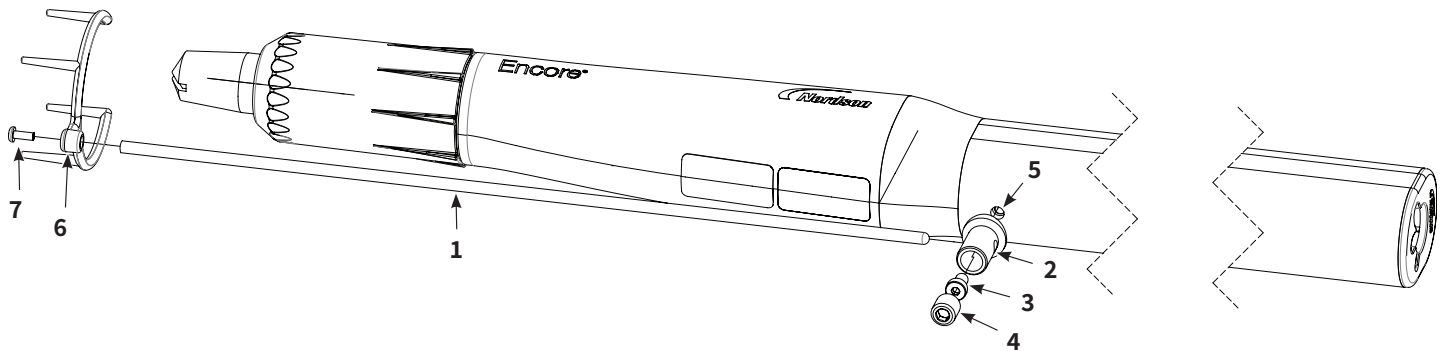

図 3-6 イオンコレクターの取り付け - チューブ取り付け式スプレーガン (わかりやすくするため、一部のパーツを省略しています)
1. 図 3-6を参照。M5 x 10ねじ (3) でポスト (2) を接地板に固定します。
2. コレクターロッド (1) を柱に挿入し、M10 x 10 のナイロン止めネジ (4)で固定します。
3. マルチポイントチップ (6) をM3 x 8ネジ (7) でコレクターロッドに取り付けます。M3ねじを6インチポンド (0.6 N・m) のトルクで締め付けます。